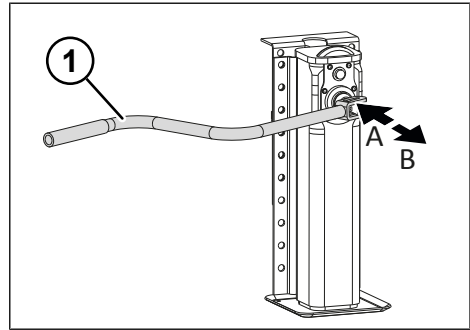

Fig. 5-5: Velocidade de carga e velocidade rápida do dispositivo de apoio traseiro
- ▶ Ligue a velocidade rápida, puxando a manivela para fora (ver "Fig. 5-5: Velocidade de carga e velocidade rápida do dispositivo de apoio traseiro", p. 30).
- ▶ Ligue a velocidade de carga, pressionando a manivela para dentro (ver "Fig. 5-5: Velocidade de carga e velocidade rápida do dispositivo de apoio traseiro", p. 30).
- ▶ Ajuste a velocidade de carga, pressionando a manivela para dentro (ver "Fig. 5-5: Velocidade de carga e velocidade rápida do dispositivo de apoio traseiro", p. 30).
- ▶ Ajuste a velocidade rápida, puxando a manivela para fora (ver "Fig. 5-5: Velocidade de carga e velocidade rápida do dispositivo de apoio traseiro", p. 30).